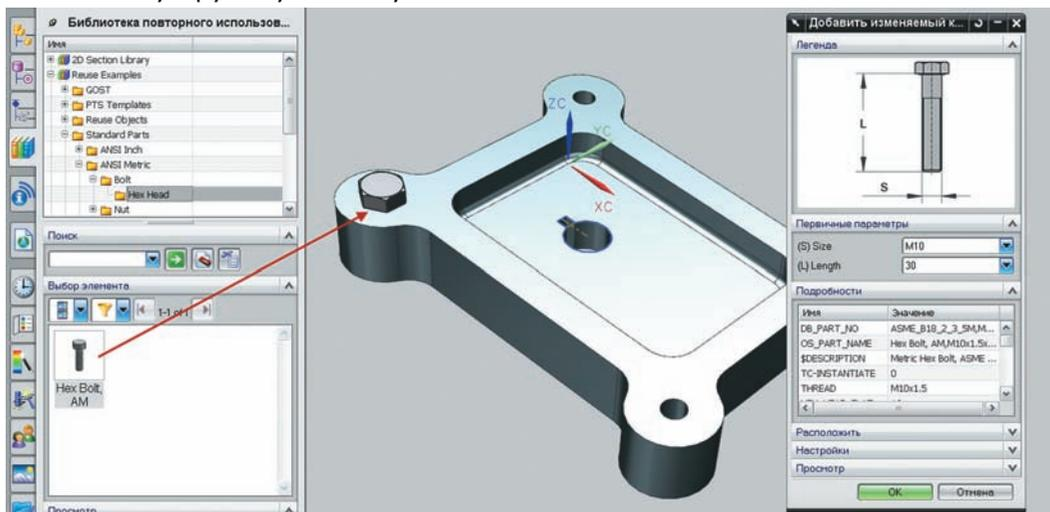

Рисунок 2.21. Вставка крепежа из библиотеки
- Болт будет вставлен строго в отверстие, и будет подобран нужный диаметр болта, а в открывшемся диалоге можно будет подобрать его длину (рис. 2.21).